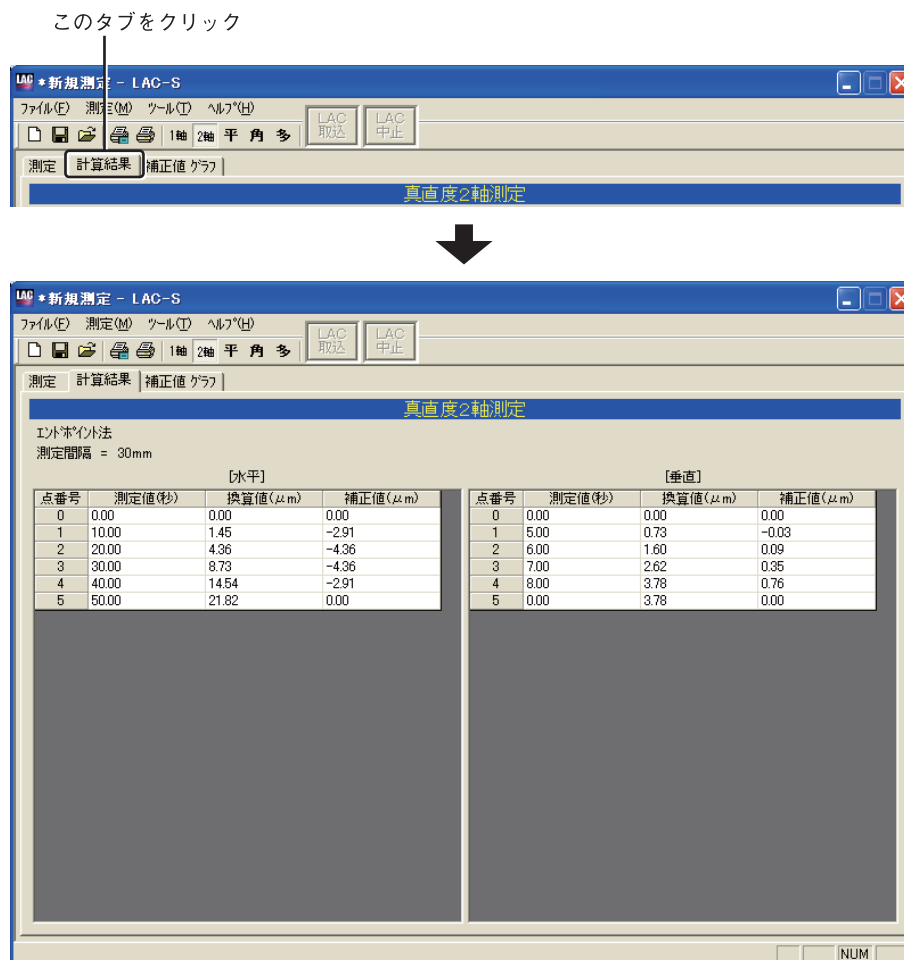

図5-6-11
5.6.2で行った「計算結果」を表示します。真直度2軸測定画面の[計算結果]タブをクリックすると「計算結果」が表示されます(図5-6-11)。